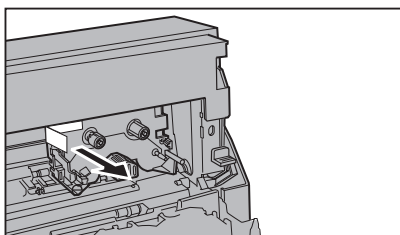

ABBILDUNG 4
4. Zuletzt ziehen Sie das Klebeband auf der linken Seite des Kassettenschlittens ab (Abb. 4).